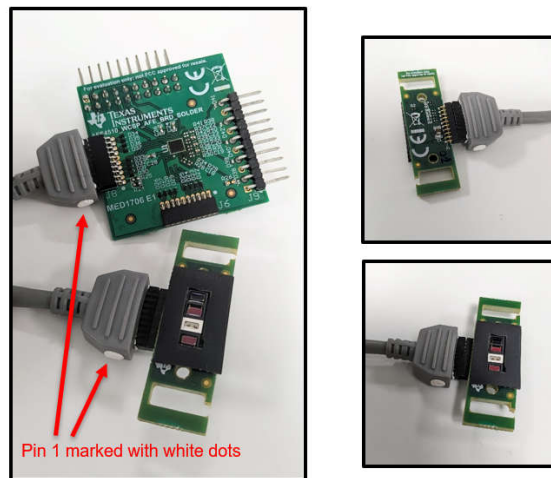

图 2-3. 将 PPG 传感器板连接到 EVM
- 使用 10 引脚至 10 引脚传感器板延长电缆将 PPG 传感器模块连接到 EVM 的 J8 连接器。确保传感器模块按正确的方向连接；引脚 1 与电缆上的标记对齐，如图 2-3 所示。